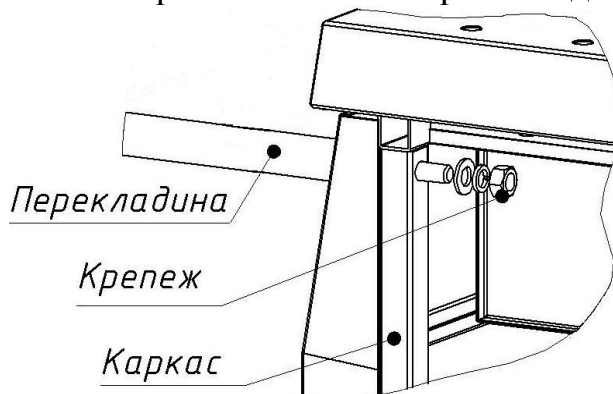

Рис.8 – Установка перекладины
- установите перекладины резьбовыми осями в отверстия на фронтальной стороне изделия так, чтобы монтажные отверстия поперечин «смотрели» вверх, и закрепите их с помощью комплекта крепежа М12 на каркасе изделия (рис.8);